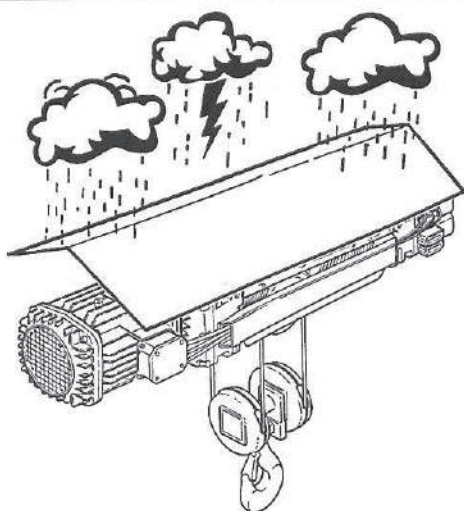

fig.110
- **Uso al externo:** el montacargas puede ser expuesto a los agentes atmosféricos durante y después del uso. Las partes eléctricas del montacargas y de la carretilla están dotadas de protección IP55, es recomendable proteger el montacargas y la carretilla con techo o cubridores (fig. 110).